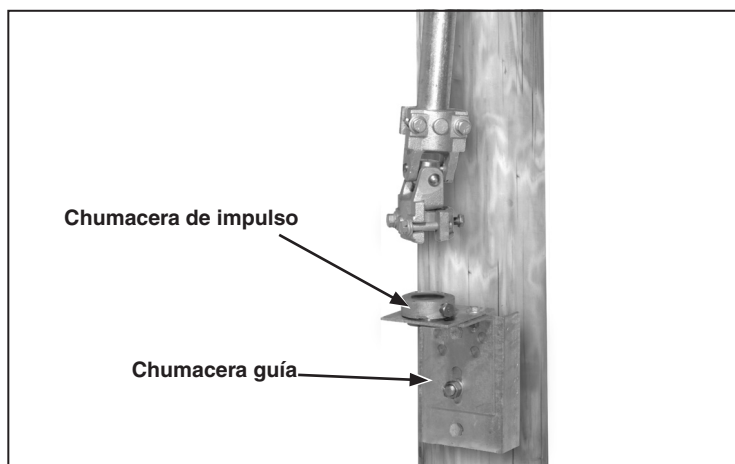

Figura 20. Instalación de la chumacera guía.
**PASO 15.** Posicione e instale el conjunto de chumaceras guía en el poste de acuerdo a las dimensiones que se muestran en el plano de montaje. Vea la Figura 20.